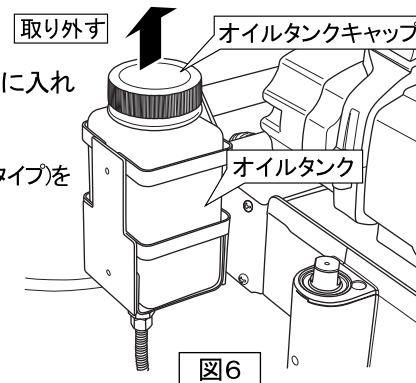

図6
- (1) オイルタンクキャップを取り外します。
- (2) 水溶性切削液を5~10倍にうすめ、オイルタンクに入れオイルタンクキャップを取り付けます。(図6)